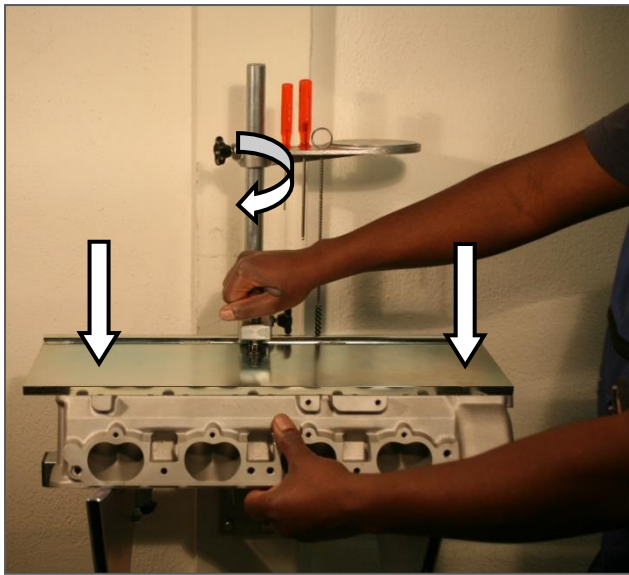

Fig. 5
1. Der Zylinderkopf wird auf den MIRA Zylinderkopf-Support AV gespannt (Fig. 5). Die Stahlgrundplatte soll parallel und eben zu den Ventilsitzen positioniert werden. Für schräge Ventilsitze montieren Sie die Schräghalter SH. Für weitere Informationen sehen Sie die Seiten 12, 14 und 33.